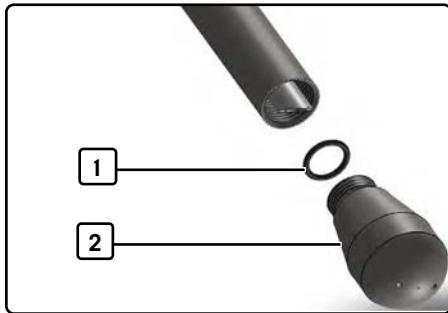

Fig. 8 Buse du tuyau de vapeur démontée
2. Dévissez manuellement la buse [2, Fig. 8] du tuyau de vapeur et placez-la sur le côté.
4. Revissez la buse avec le joint (1, Fig. 8).